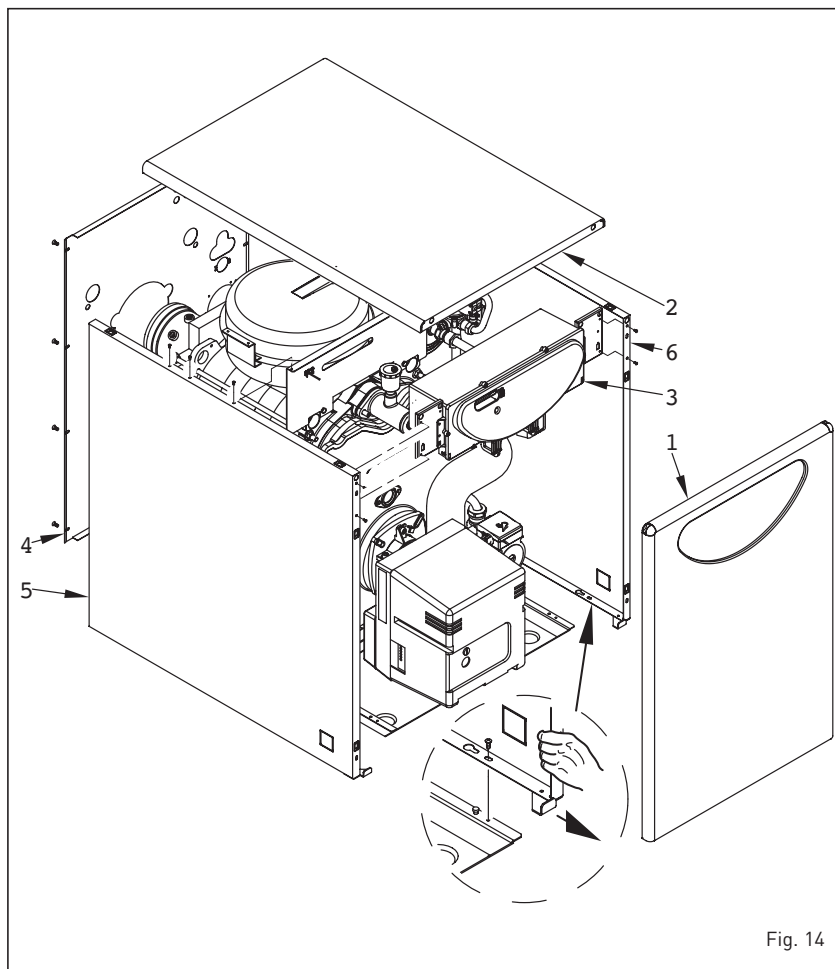

Fig. 14
4.1 DESMONTAJE DE LA ENVOLVENTE (fig. 14)
Para un fácil mantenimiento de la caldera es posible desmontar completamente el blindaje siguiendo la progresión numérica de la fig. 14.